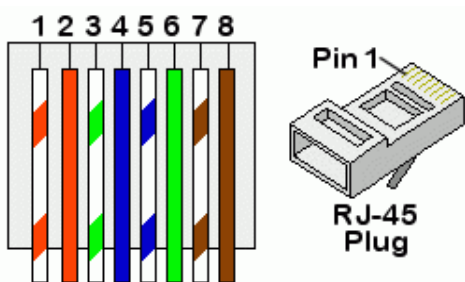

Figura 10 - Patillaje del conector RJ45
- 2) Figura 10 se presenta el patillaje del conector RJ45.